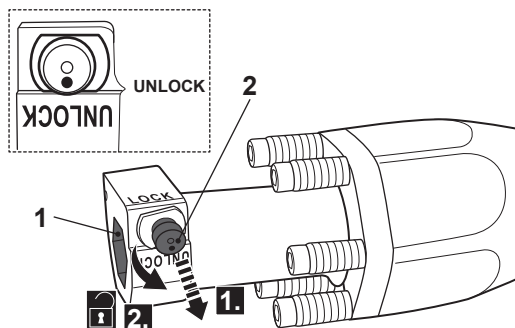

Fig. 1
- > Curățați și lubrifiați ușor capătul arborelui pentru unealtă (11).
- > Asigurați-vă că șurubul de blocare este în poziția DEBLOCAT. Trageți și rotiți șurubul de blocare (2) cu 180° pentru a elibera mandrina (1), dacă este necesar (Fig. 1).